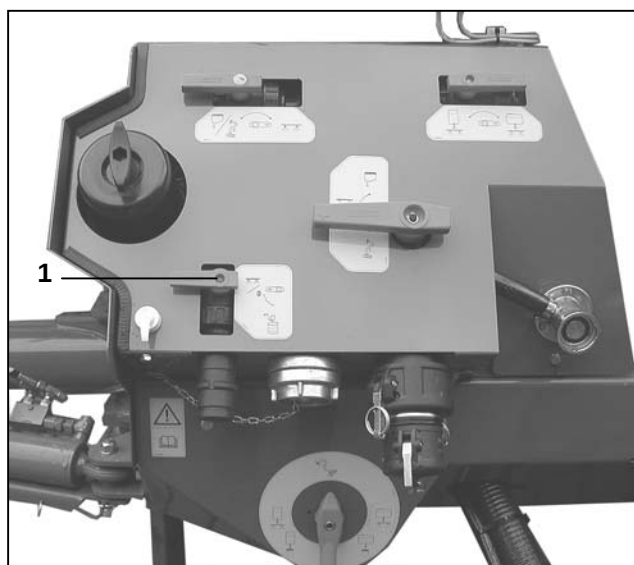

Fig. 10.13
- Omskifterhanerne stilles i position som vist i (fig. 10.13).
- 2-vejshanen (fig. 10.13/1) drejes 90° ind til den ønskede mængde sprøjtevæske er suget ind.
- 2-vejs hanen (fig. 10.13/1) åbnes ganske kort for at suge efter.